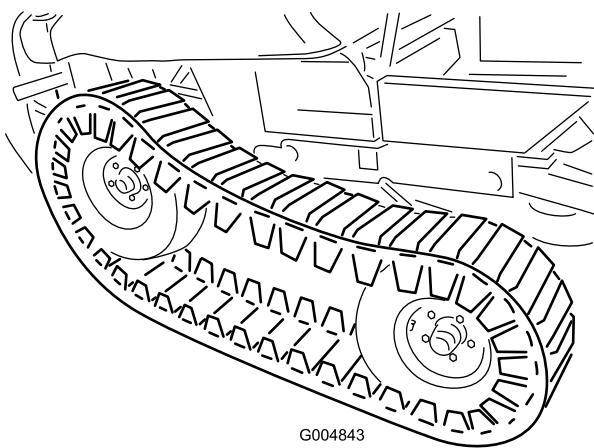

Figura 55
- Ajuste el gato a una altura adecuada para instalar el neumático delantero. Con la ayuda de otra persona, eleve la parte delantera de la oruga lo suficiente para poder instalar cuidadosamente los neumáticos delanteros (Figura 55).